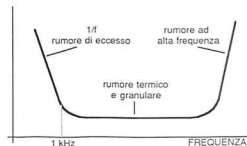

Figura 5
5. C. Il principio secondo il quale viene prodotto il rumore 1/f non è stato ancora completamente chiarito. In Figura 5 è illustrata una curva dell'intensità di
Inoltre, il segnale impulsivo d'uscita del comparatore di fase (PCPout) è a livello ALTO e può essere usato per fornire un'indicazione della condizione di aggancio. Di conseguenza, dal punto di vista del comparatore di fase 2 non esiste differenza di fase, nell'intera banda di frequenza del VCO, tra l'ingresso di segnale e quello del comparatore. Inoltre, la potenza dissipata a causa del filtro passa-basso diminuisce quando viene usato questo tipo di comparatore di fase, perchè entrambi i piloti P ed N sono inattivi per la maggior parte del ciclo del segnale d'ingresso. Si deve osservare che la banda di aggancio PLL è, per questo tipo di comparatore di fase, uguale alla banda di cattura ed indipendente dal filtro passa-basso. In assenza di segnale applicato al relativo ingresso, il VCO viene regolato alla sua frequenza minima per il comparatore di fase 2. La Figura 5 mostra le forme d'onda in un PLL che utilizza questo tipo di comparatore di fase nella condizione di aggancio.
Nell'articolo "Radiocomando proporzionale a 5 canali", sono state commesse delle omissioni e degli errori nel disegno dello schema elettrico di figura 2 a pagina 9 e della disposizione dei componenti di figura 5 a pagina 11. Nello schema elettric-
disposizione dei componenti di figura 5 a pagina 11, le lettere "b" e "e" relative a TR3 vanno tra di loro invertite essendo la disposizione dei terminali di questo transistor uguale a quella di TR4. La R9 presente tra l'emettitore dello stesso TR3 e massa,